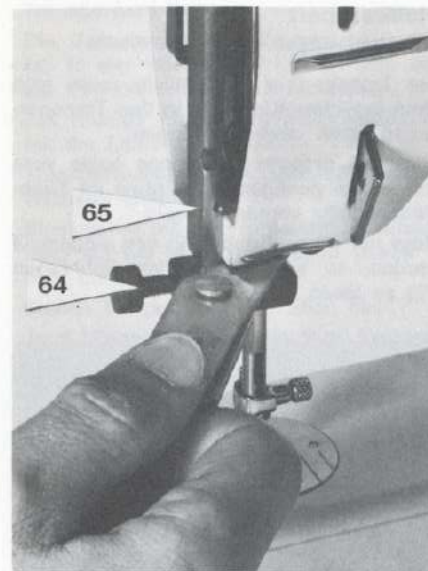

Abb. 25
Schlingenhublehre (2,2 mm) unterhalb des Schwenksupports einschieben und Nadelstange durch Drehen am Handrad hochstellen bis Klemmstück (64) am Schwenksupport (65) anstößt. (Abb. 25).